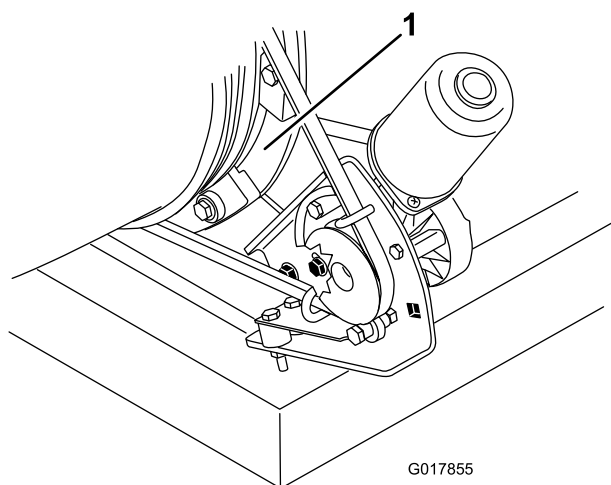

Figura 49
2. Rimuovete eventuali accumuli di grasso, sporco o detriti attorno e tra le guide dell'ugello (Figura 49).